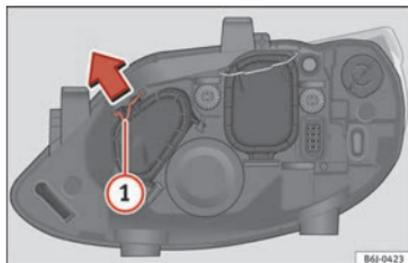

Fig. 180 Luci di posizione
- Far scorrere il tirante ① nel senso della freccia e sfilare la chiusura » fig. 180.